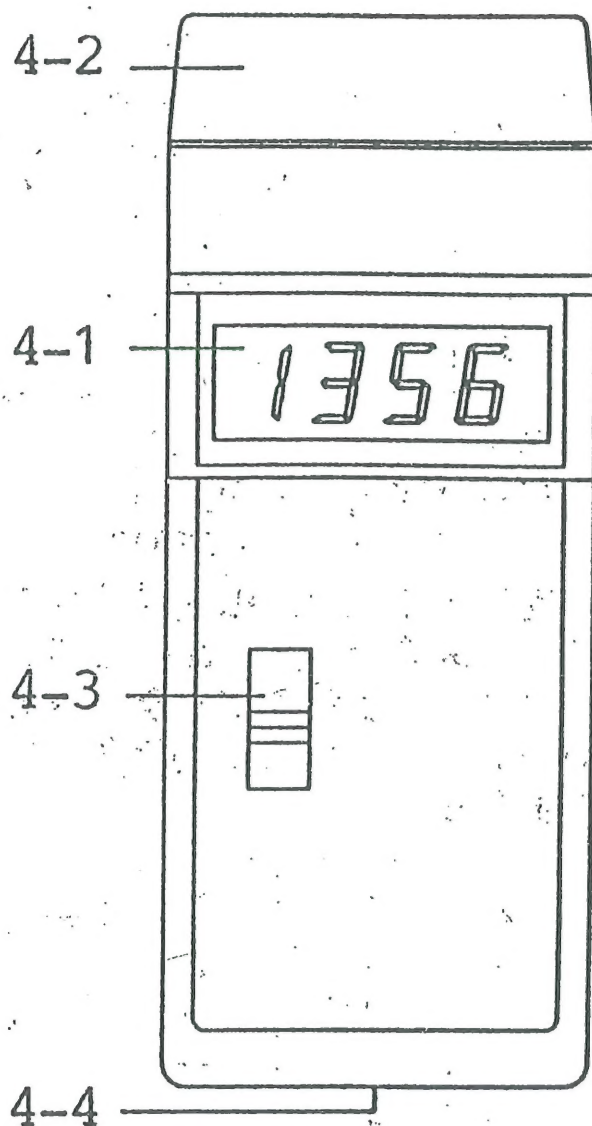

図1
- (1) 「OFF/レンジ」選択スイッチ (図1、4-3) を適切なレンジに設定します。未知の EMF (電磁界) を測定する場合には、最も高いレンジに設定し、より高い分解能の表示が得られるまでレンジを下げていきます。
- (1) 電池出力が6.5V—7.5V以下に低下すると、液晶表示部の左側に「LO BAT」マークが表示されます。電池を交換して下さい。電池電圧低下表示が表われても、本器が正常に作動しなくなるまで 2、3 時間は測定可能です。
- (2) 本器背面の電池カバー（図1、4-4）を開け、電池を取り外します。
- (3) 9V電池（IEC 6F22）を交換し、カバーをもとに戻します。